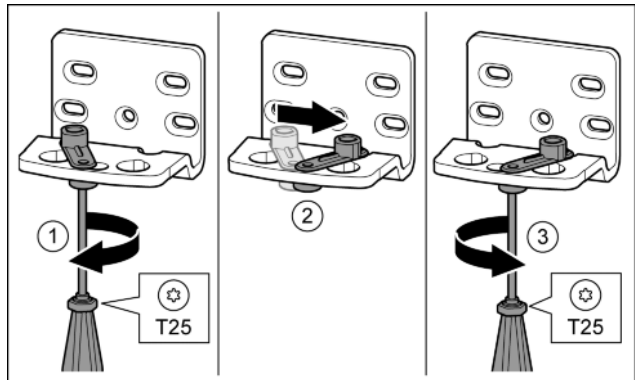

Fig. 14
- ▶ Lazán tekerje be a csavart a T25 csavarhúzóval. Fig. 14 (1)
- ▶ Emelje meg az ajtó záródását segítő egységet, és 90°-kal jobbra forgatva helyezze a furatba. Fig. 14 (2)
- ▶ Húzza meg a csavart a T25 csavarhúzóval. Fig. 14 (3)